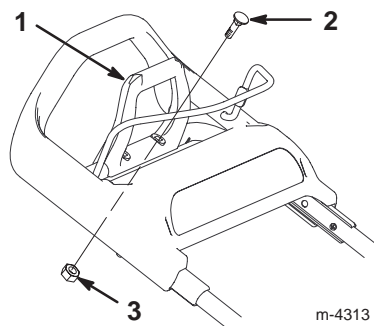

Figure 6
- Placez la poignée d'aide au déplacement sur les trous de la barre de la partie supérieure du mancheron (Fig. 6). Vérifiez que la courbe en haut de la poignée d'aide au déplacement est dirigée vers l'arrière.
- Vis de carrossier (2)
- Contre-écrou (2)
- A l'aide des boulons de carrossier et des contre-écrous fournis dans le kit, fixez la poignée à la barre (Fig. 6). Serrez les contre-écrous jusqu'à ce que la poignée d'aide au déplacement ne plie plus, mais **ne les serrez pas excessivement**.